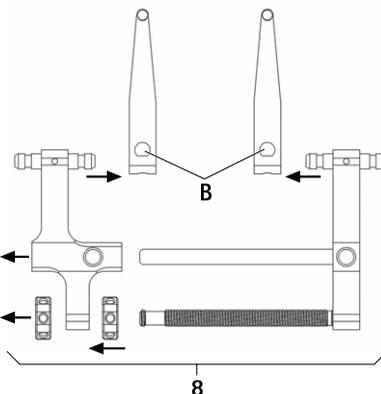

Fig. 4
- ▶ Desmontar o distractor 8 juntamente com as lâminas de distração, ver Fig. 4: Accionar a corrediça B e retirar a lâmina de distração.